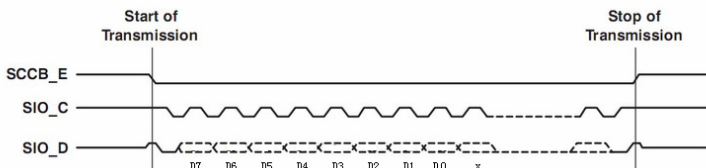

图 14-2 SCCB 协议时序图
SCCB 是简化的 I2C 协议，专门为摄像传感器设计的通信总线，其中 SIO-I 是串行时钟输入线，SIO-O 是串行双向数据线，分别相当于 I2C 协议的 SCL 和 SDA，如图 14-2 所示。
(1) 从设备地址 (ID Address, 8bit)，分为读地址和写地址，高 7 位用于选中芯片，第 0 位是读/写控制位 (R/W)，决定是对该芯片进行读或写操作。
(2) 内部寄存器单元地址 (Sub_Address, 8bit) 用于决定对内部的哪个寄存器单元进行操作，通常还支持地址单元连续的多字节顺序读/写操作。SCCB 控制总线功能的实现完全是依靠 SIO_C、SIO_D 两条总线上电平的状态及两者之间的相互配合实现的。SCCB 总线传输的启动和停止条件如图 14-2 所示：采用简单的三相 (Phase) 写数据的方式，即在写寄存器的过程中先发送 OV7649 的 ID 地址 (ID Address)，然后发送写数据的目的寄存器地址 (Sub_address)，最后发送要写入的数据 (Write Data)。如果给连续的寄存器写数据，写完一个寄存器后，OV7649 会自动把寄存器地址加 1，程序可继续向下写，而不需要再次输入 ID 地址，从而三相写数据变为了两相写数据，由于本系统只需对有限个不连续寄存器进行配置，如果采用对全部寄存器都加以配置这一方法的话，会浪费很多时间和资源，所以我们只对需要更改数据的寄存器进行写数据。对于每一个需更改的寄存器，都采用三相写数据的方法。